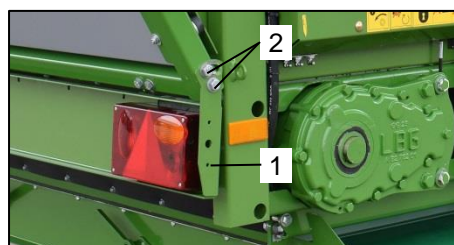

Bild 52: Leuchenträger positionieren
- Richten Sie den Leuchenträger (Bild 52 / Pos.1) senkrecht zur Fahrbahn / Boden aus.
- Ziehen Sie auf beiden Maschinenseiten die Befestigungsschrauben (Bild 52 / Pos.2) am Leuchenträger (Bild 52 / Pos.1) an.